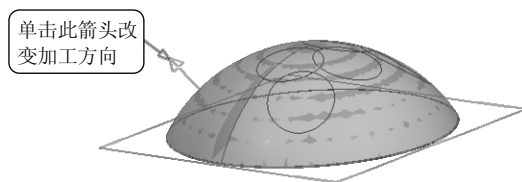

图 5-21 拾取的加工对象
2) 拾取进刀点后，系统提示“切换加工方向”，直接单击右键选择系统默认即可。系统提示“改变曲面方向”，如图 5-21 所示，单击箭头改变曲面方向，然后单击右键结束。